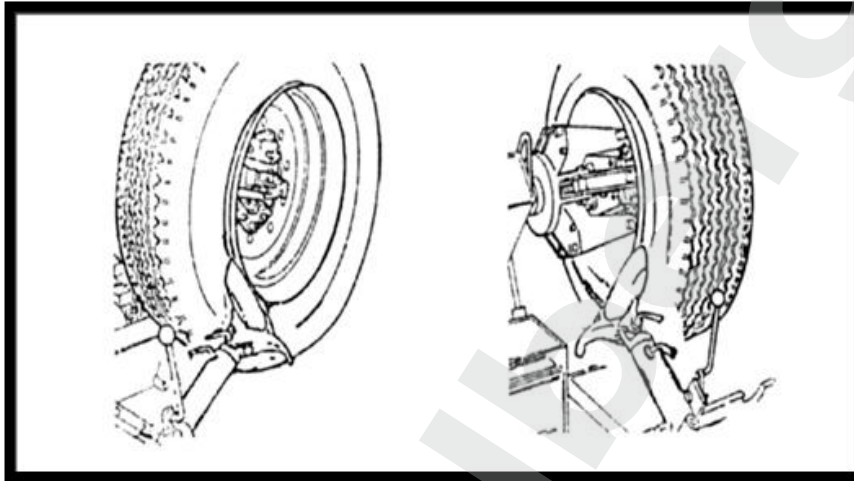

Рис. 9
- (3) Используя джойстик (5) установите диск (12) у края обода (рис. 9).
- (6) Отведите диск (12) от борта шины, отпустите блокировку (10), переведите консоль в исходное положение, переведите диск (12) к внутреннему борту шины.
- (7) Повторите операцию до тех пор, пока шина не будет полностью снята с обода (рис. 9).